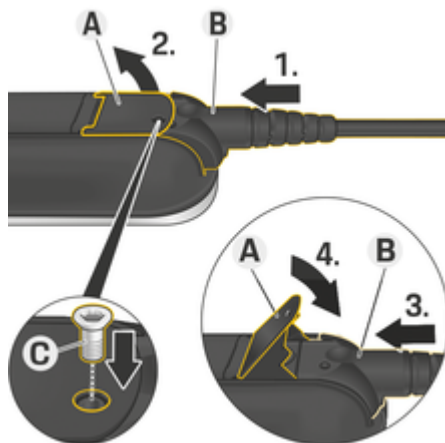

Fig. 49 Fijación del cable y el enchufe
- ✓ La palanca **A** (Fig. 49) está cerrada.
- 1. Inserte el enchufe **B** (Fig. 49) en la unidad de control hasta que note la primera resistencia.
- 5. Fije el conector **B** a la unidad de control mediante el tornillo **C** (Fig. 49).